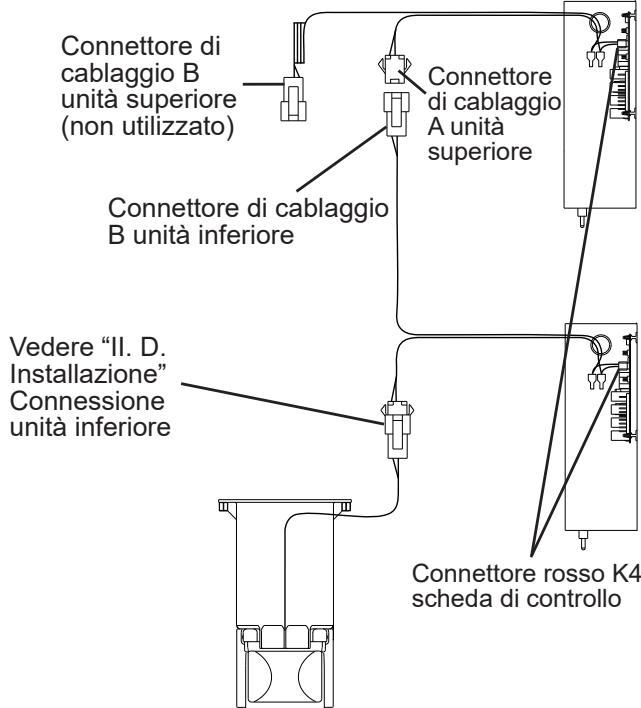

Fig. 6
- 7) Rimuovere la staffa del cavo di comando del contenitore dall'interno dell'unità superiore. Vedere Fig. 6. Lasciare il gruppo di comando del contenitore dell'unità superiore nella posizione originale, in quanto non viene utilizzato.